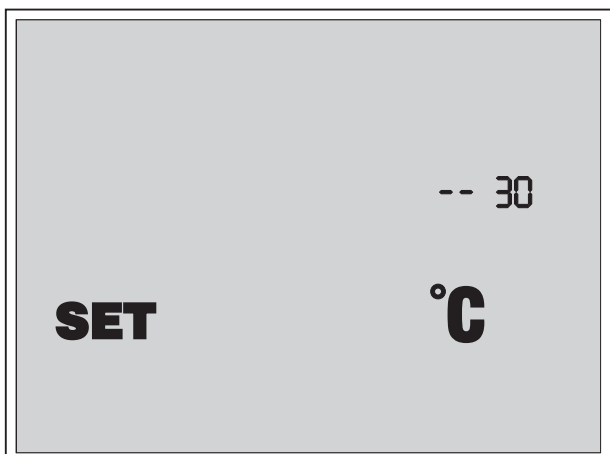

Рис. 13. Настройка датчиков температуры
- После входа в режим настройки на дисплее настенной панели управления отображаются настройки температуры датчика канальной температуры (см. рис. 13).